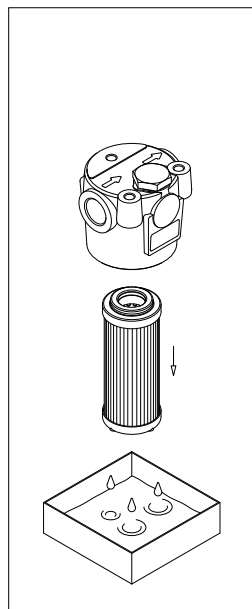

fig. 6
- (Fig. 6) Estrarre l'elemento filtrante.